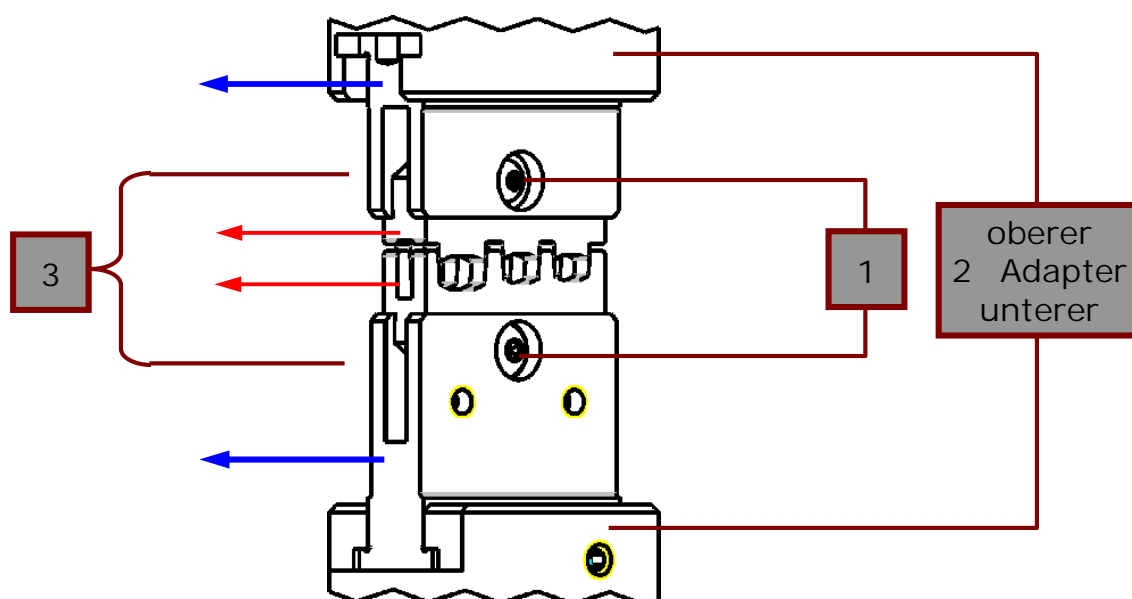

Abb.: 4
- Lösen der Befestigungsschrauben für die obere und untere Crimpmatrize mit Innensechskantschlüssel SW 2,5 mm (Abb.4/1); Gesenk über Gegenlage leicht öffnen
- Herausziehen des Crimpgesenkes (Abb.4/3) in Pfeilrichtung aus den Adaptern (Abb.4/2)
- Adapteraufnahme nach vorn in Pfeilrichtung (blaue Pfeile) herausziehen (Abb.4)